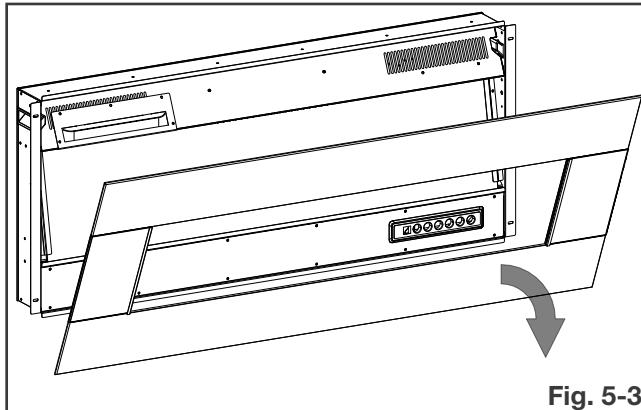

Fig. 5-3
- Placez la façade avant face vers le bas sur une surface doux et non-abrasive (**Fig. 5-3**).